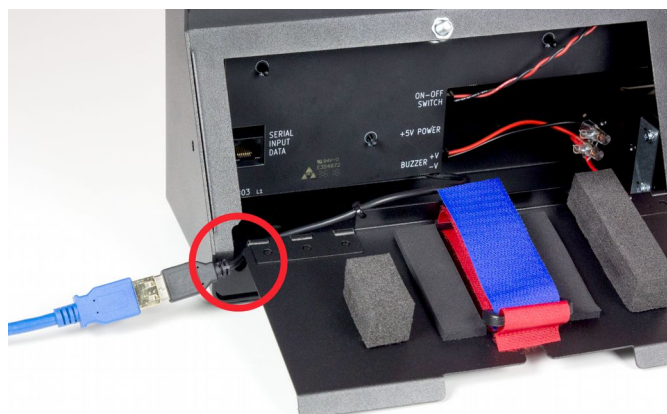

Fig. 2.1: Conexión del cable para alimentación externa.
- Pasar el cable de conexión por la fisura lateral de la tapa antes de cerrarla (Fig. 2.1).